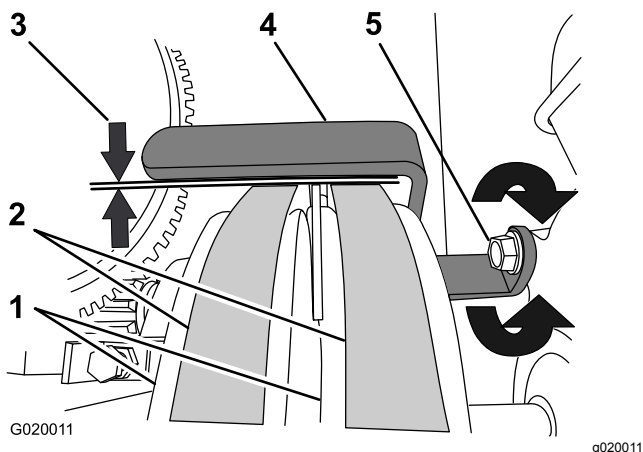

Figura 72
6. Compruebe que la holgura entre la guía de las correas y las correas es de 2.5 mm a 4.0 mm (3/32" a 5/32"); consulte Figura 72.
- A. Afloje el perno que sujeta la guía de las correas al motor (Figura 72).
de 2.5 a 4 mm (3/32" a 5/32") entre la guía y cada correa (Figura 72).
- C. Apriete el perno que sujeta la guía de las correas al motor (Figura 72).